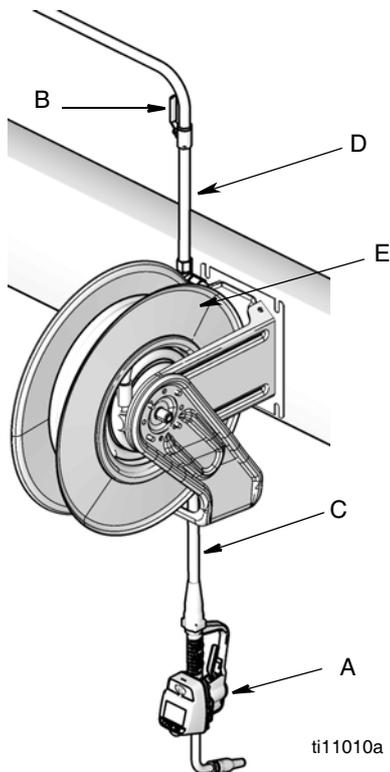

FIG. 1
Installations types (FIG. 1)
L'installation type montrée sur la FIG. 1 est uniquement donnée à titre indicatif. Il ne s'agit pas du schéma d'un système complet. Contacter son distributeur Graco pour qu'il puisse aider à configurer un système qui correspond à vos besoins.
2. Fermer la vanne d'arrêt (B, FIG. 1).
1. Fermer la vanne d'arrêt (B, FIG. 1, page 8) du liquide à chaque point de distribution.
4. Lentement ouvrir la vanne d'arrêt (B) du liquide au point de distribution. Évacuer une quantité suffisante d'huile de sorte que tout le système soit propre, puis fermer la vanne.